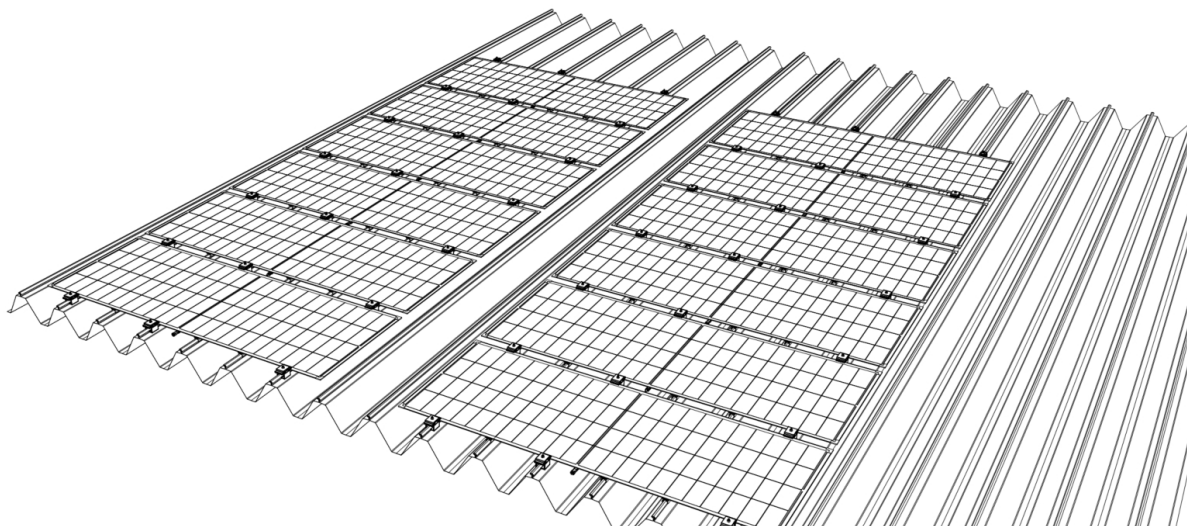

図 1
- 金属屋根は波の山と谷で構成されており、クランプは波の山に取り付けられます。(図 1 参照)